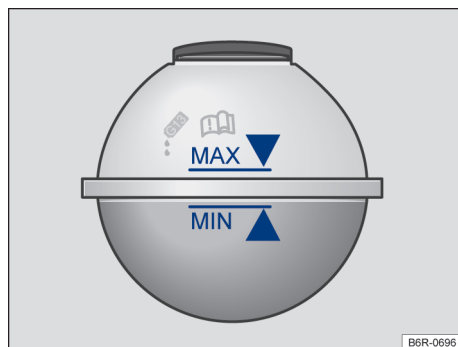

Fig. 152 No compartimento do motor: marcação no reservatório de expansão do líquido de arrefecimento do motor.
- Com o motor frio, verificar o nível do líquido de arrefecimento do motor pela marcação lateral do reservatório → Fig. 152.
- O nível do líquido de arrefecimento do motor deve permanecer dentro da marcação do reservatório → Fig. 152. **Não completar acima da marca “MAX”** → .
- Completar com líquido de arrefecimento do motor somente até a marca "MAX" → Fig. 152. Caso contrário, ao aquecer-se, o líquido excedente será expulso do sistema de arrefecimento do motor e poderá causar danos.